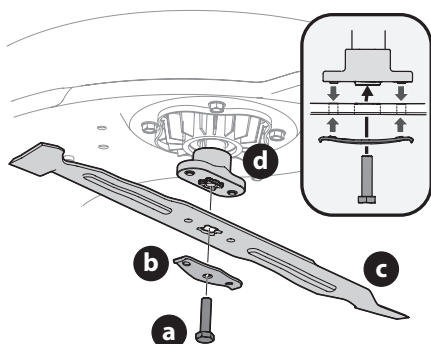

Figura 25
3. Quite el tornillo hexagonal (a) y el soporte de campana de la cuchilla (b) que sostiene la cuchilla (c) y el adaptador de cuchilla (d) al motor de la plataforma (Figura 25).
4. Quite la cuchilla (c) y el adaptador (d) del husillo del motor de la plataforma (Figura 25).